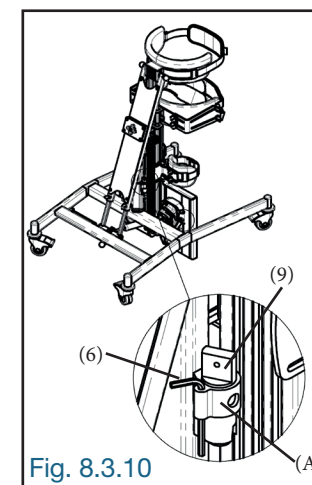

Fig. 8.3.10
8.3.10 Insérer la clé Allen (6) ainsi que la clé de serrage (9) dans le porte-outil (A) à cet effet (Fig. 8.3.10).